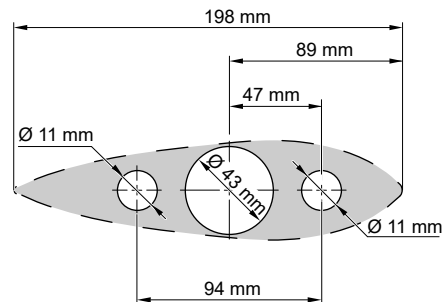

Fig. 46: Dimensões
1. Perfure três orifícios para montar o motor Pod (cápsula) no casco do barco, **veja "Fig. 46: Dimensões"**.